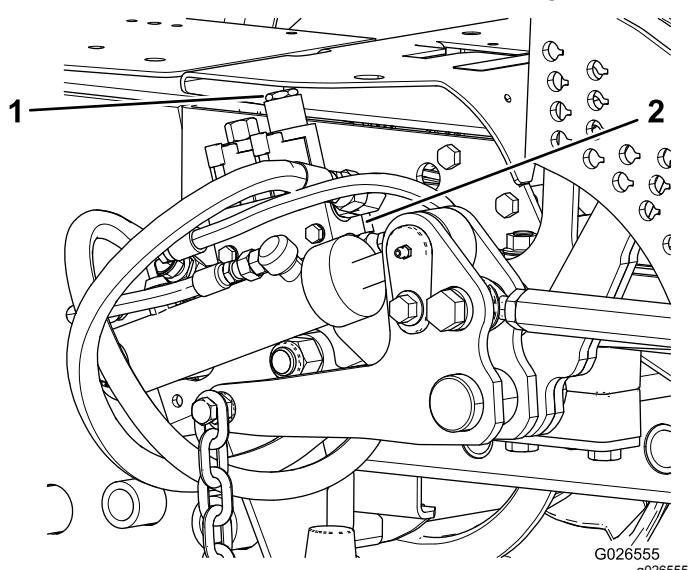

Bild 8
A. Entfernen Sie die Mutter, mit der das Distanzstück bzw. die Spule am Stromspulenventil im Anschluss „A“ am Hubventilverteiler (Bild 8) befestigt ist.